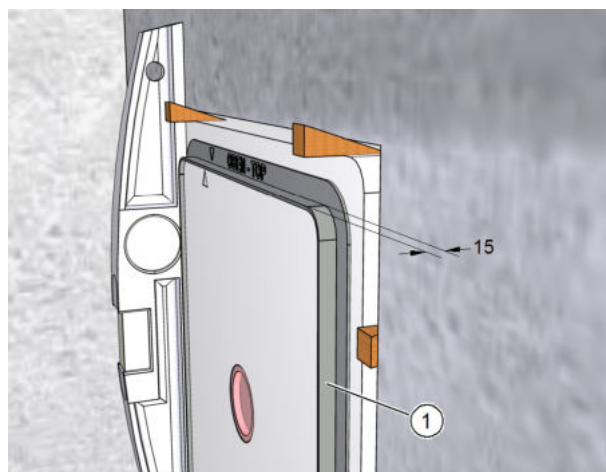

Abb. 13: Putzrahmentiefe 15 mm
Die Putzrahmentiefe beträgt 15 mm (siehe Abb. 13).
- ▶ Ist die Innenwand nicht lotrecht oder nicht eben, richten Sie die Frontfläche des Putzrahmens (Pos. 1 in Abb. 13) parallel zu einer senkrecht verlaufenden Putzschiene aus.